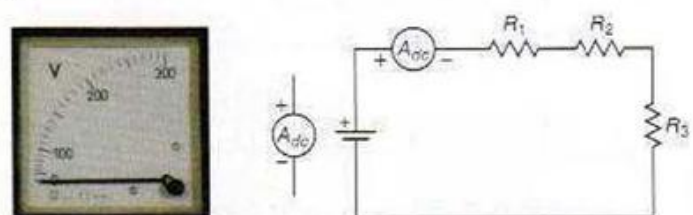

Fig. 1.13. Voltímetro y circuito de medida con voltímetro.
Se representa con la letra **V**, la unidad de medida es el voltio (V) y se mide con voltímetro (Fig. 1.13), que se conecta en paralelo sobre el circuito del que se quiere medir su tensión.